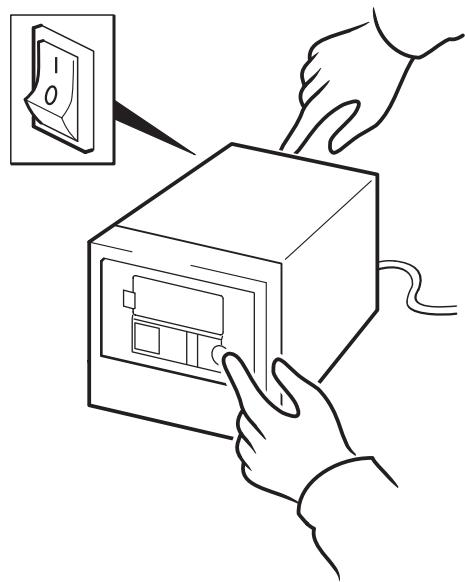

Figure 14b : hp obdr, étape 2
- 2** Maintenez le bouton d'éjection enfoncé. Tout en maintenant le bouton d'éjection enfoncé, mettez votre chargeur automatique sous tension (voir figure 14b). Cette manipulation permet d'activer le mode HP One-Button Disaster Recovery sur le périphérique à sa mise sous tension. Relâchez le bouton dès que l'écran à cristaux liquides affiche le message "OBDR Mode".